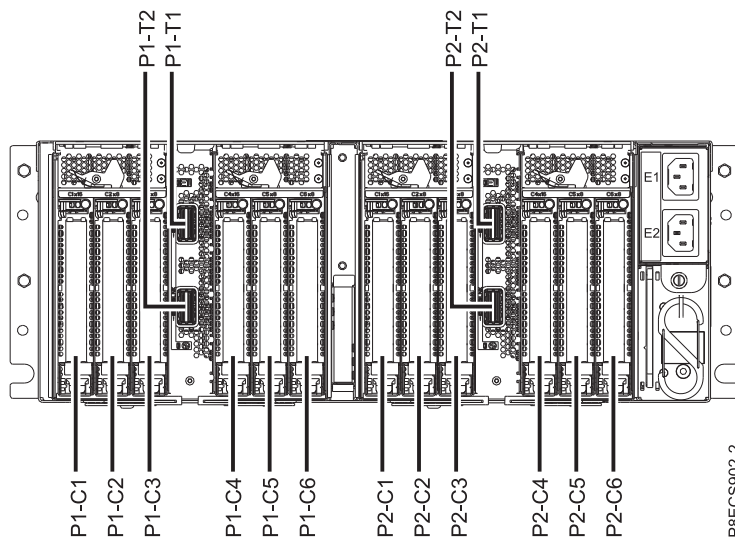

Figure 15. Emplacements de carte PCIe dans le tiroir d'extension PCIe3
2. Déterminez l'emplacement dans lequel vous souhaitez installer une carte PCIe. Voir Règles de positionnement des cartes PCIe et priorités d'emplacement pour le tiroir d'extension d'E-S PCIe Gen3. Les emplacements de carte PCIe se trouvent dans la baie du module d'E-S installée à l'arrière du tiroir d'extension PCIe3. La figure 15 illustre les codes d'emplacement de carte PCIe.